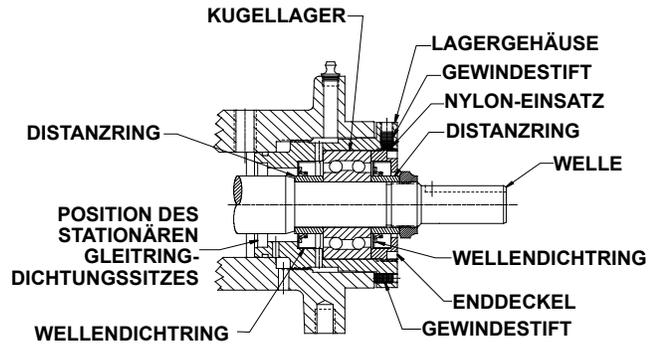

ABBILDUNG 4
4. Die beiden Gewindestifte an der Flanschfläche des Lagergehäuses lösen und das Lagergehäuse von der Halterung abschrauben. Das Ende des Lagergehäuses enthält den Sitz der Gleitringdichtung. Diese Oberfläche darf nicht beschädigt werden. Siehe **ABBILDUNG 4**.
Siehe **ABBILDUNG 4** bzgl. des Zusammenbaus des Lagergehäuses.
6. Den Wellendichtring in das Lagergehäuse einbauen. Siehe **ABBILDUNG 4** bzgl. der Ausrichtung der Lippe.
8. Den Wellendichtring in den Enddeckel einbauen. Siehe **ABBILDUNG 4** bzgl. der Ausrichtung der Lippe. Den Enddeckel mit dem äußeren Lager-Distanzring in das Lagergehäuse schrauben. Den Enddeckel festziehen und mit den beiden radialen Gewindestiften im Flansch des Lagergehäuses fixieren.
Siehe **ABBILDUNG 4** auf Seite 4.